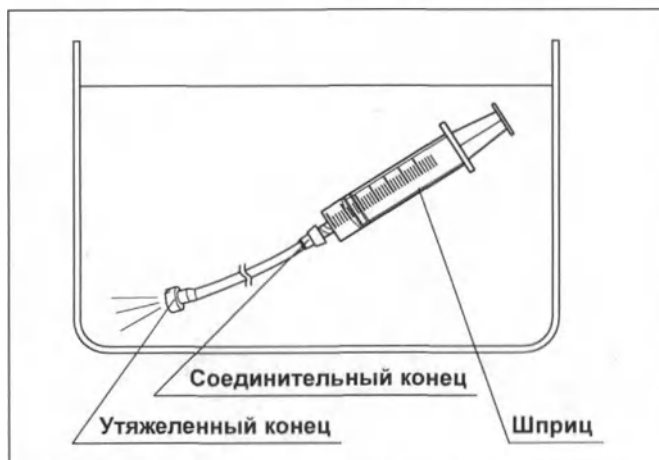

Рисунок 6.14
- 1** Полностью погрузив шприц и адаптер для аспирационной очистки в воду, медленно наполните шприц водой, прижмите его к соединительному концу адаптера для аспирационной очистки и промойте адаптер 30 миллилитрами воды. (См. рис. 6.14)